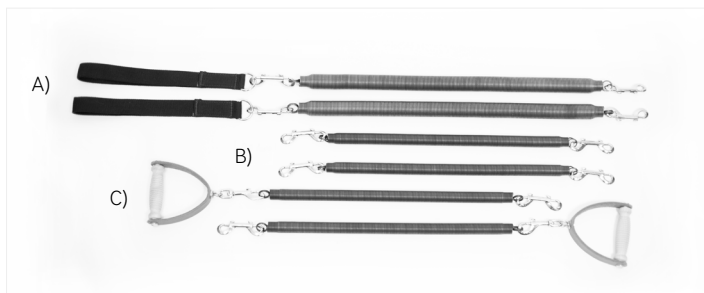

Figure 3: A) Ressorts pour jambes (les ressorts les plus longs)
9. Attachez les ressorts pour bras, jambes, barre de traction, barre retour en arriere, barre de trapèze aux bons endroits. Voir la figure 1 pour savoir où se trouvent les points d'attache de chaque ressort. Les figures 3 et 4 contiennent des photos des ressorts.